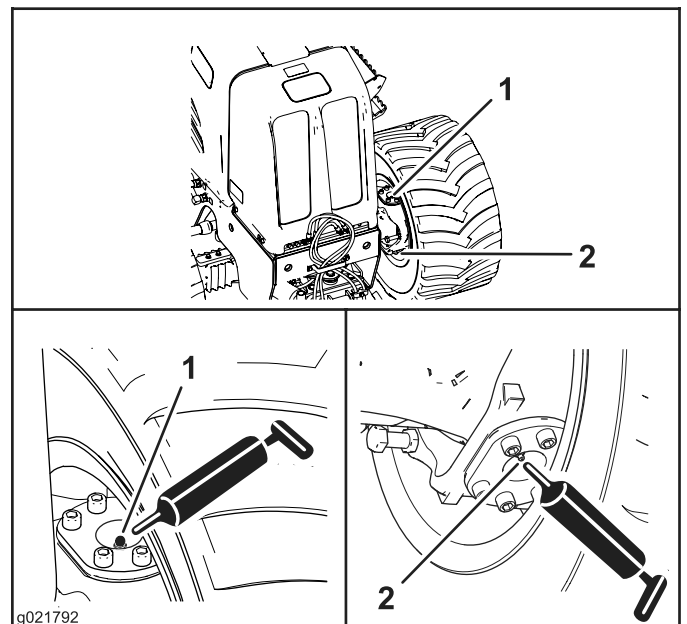
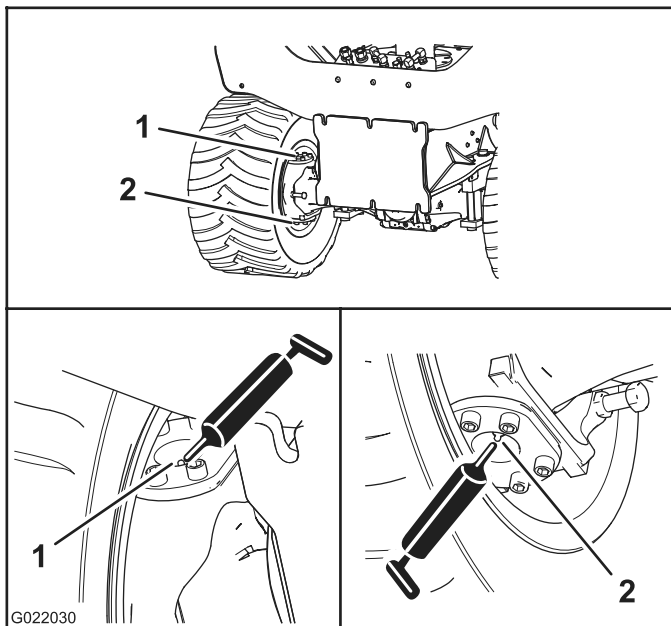

Figure 32
Figure 33
2. Raccordez une pompe à graisse aux graisseurs des pivots supérieur et inférieur, et injectez 2 ou 3 jets de graisse dans chaque graisseur (Figure 32 et Figure 33).